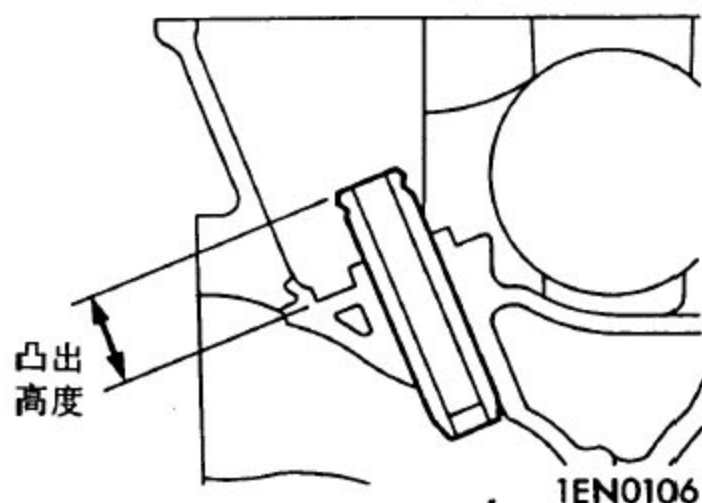

图 4-15
2). 重镗气缸盖上的气门导管孔,使其与要安装的加大尺寸气门导管相匹配(见图 4-15)。